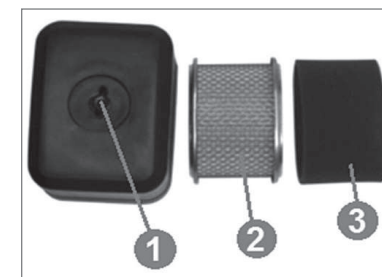

Рис. 8 Конструкция воздушного фильтра
- Открутите барашковую гайку (1) и снимите крышку воздушного фильтра (Рис. 8)
- При незначительном загрязнении промойте поролоновый фильтрующий элемент (3) теплым мыльным раствором и просушите. Слишком грязный или поврежденный поролоновый фильтрующий элемент замените.